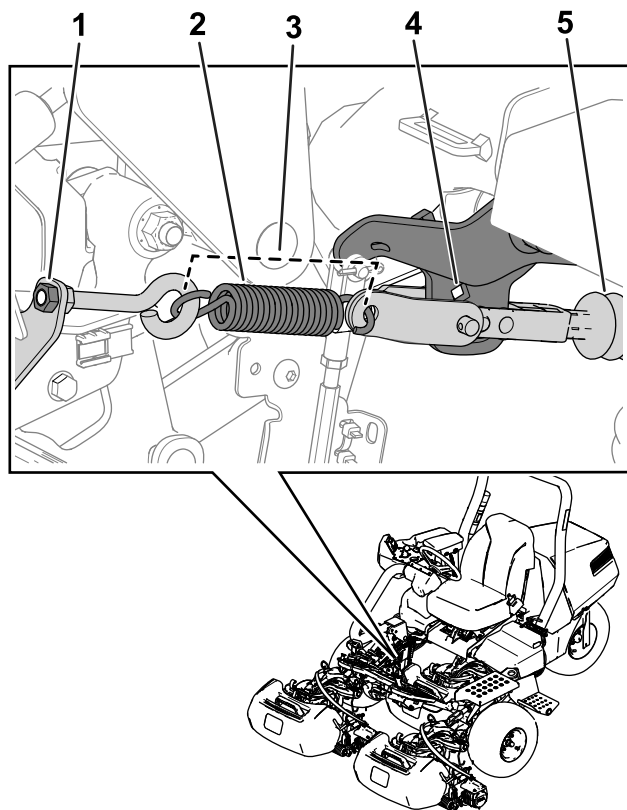

图 30
**注意** 请参阅图 30 了解此程序。
5. 松开将环眼螺栓固定到弹簧支架上的螺母释放弹簧上的张力图 30。
3. 如图 30 所示安装弹簧。
4. 安装时拧紧环眼螺栓螺母使弹簧长度为 11.4cm 图 30。